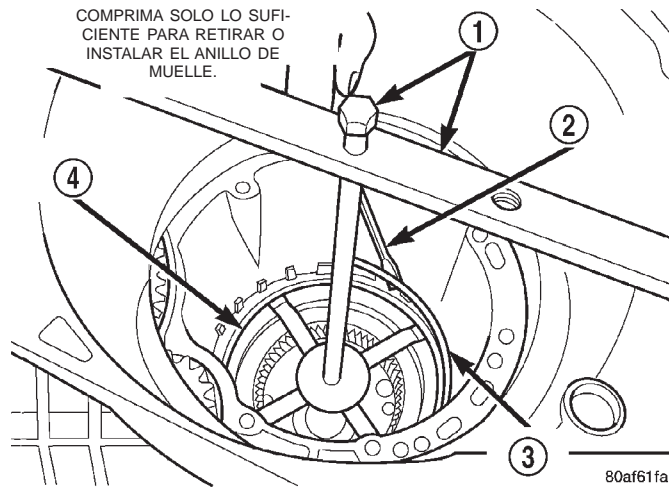

Fig. 35 Desmontaje del anillo de muelle del retén del embrague de 2-4
(27) Coloque la herramienta 5058 como muestra la (Fig. 35). Comprima el muelle de retroceso del embrague de 2-4 (apenas para retirar el anillo de muelle) y retire el anillo de muelle.